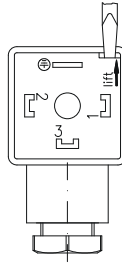

Fig. 8
- ✚ Ouvrir l'intérieur ⑧ de la boîte de raccordement ② avec un tournevis ou un outil similaire (⇒ Fig. 8).